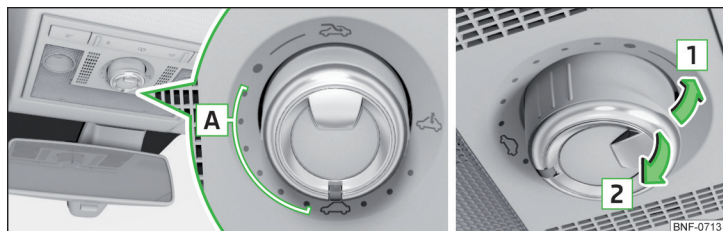

Fig. 35 Operarea trapei glisante/rabatabile
Operarea trapei glisante/rabatabile » fig. 35
Dacă trapa glisantă/rabatabilă se închide prin tragerea de locașul comutatorului în sensul săgeții » fig. 35 la pagina 44 și procesul de închidere este împiedicat de un obstacol, la a treia încercare se închidere se va dezactiva limitarea forței (dacă intervalul dintre încercările de închidere va fi sub 5 s). Trapa glisantă/rabatabilă se închide cu toată forța - Pericol de accidente.
- Cuplați contactul și aduceți comutatorul în poziția ↶ » fig. 35 la pagina 44. ▶